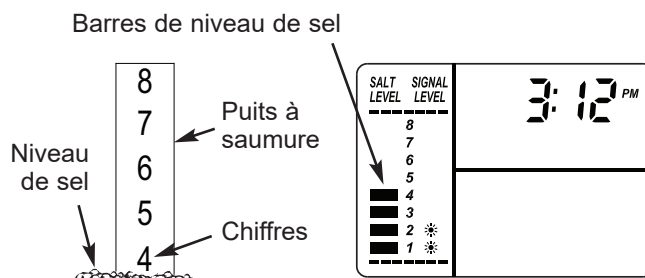

FIG. 21
2. L'échelle de niveau de sel, sur le puits à saumure situé à l'intérieur du réservoir, comprend des chiffres de 0 à 8 (voir figure 21). Repérez le chiffre le plus élevé ou le plus près du sel égalisé.
3. Appuyez sur le bouton RÉGLAGE DU NIVEAU DE SEL autant de fois que nécessaire pour que les barres de repère du niveau de sel dans l'affichage (voir figure 21) correspondent au chiffre sur le puits à saumure. Au niveau 2 ou moins, le voyant de « bas niveau de sel » se met à clignoter (consultez la page 13).